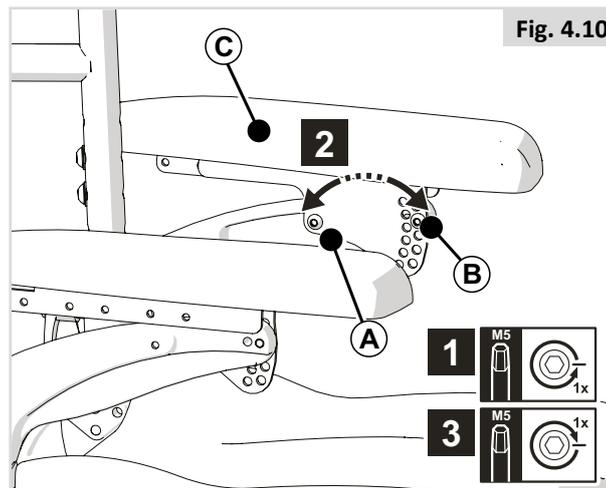

Fig. 4.10
TEIL 2 (Fig. 4.10)
Um bei den niedrigeren Armlehnenhöhen an die hintere Schraube zu kommen, lockern Sie die Schrauben (A) wie in Fig. 4.10 gezeigt und verstellen Sie zuerst den Winkel des Polsters.